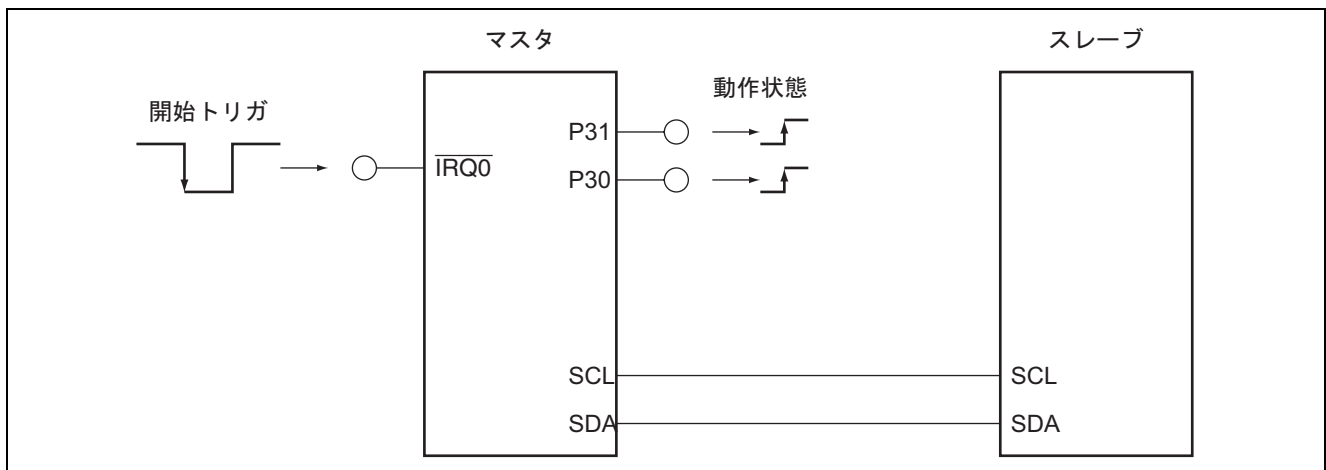

図 1 IIC2 シングルマスタモード通信接続図
- 図 1 に IIC2 シングルマスタモード通信の接続図を示します。表 1 に各デバイスのスレーブアドレスと SAR_0 レジスタへの設定値を示します。